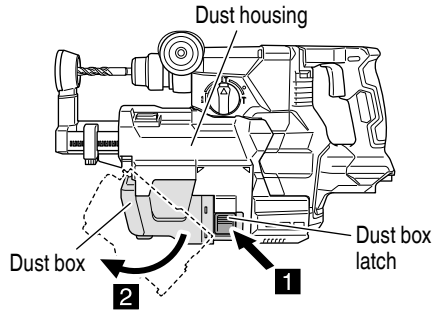

Fig. 13
- (1) Detach the dust box (Fig. 13)